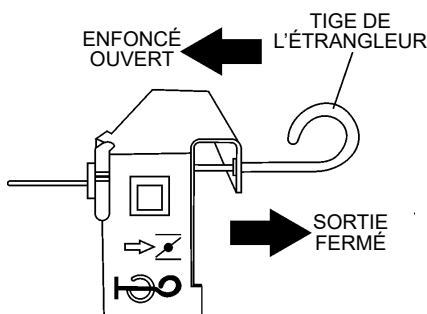

Figure 20. Tige d'étranglement
2. Si vous démarrez un moteur froid, sortez la tige de l'étrangleur (Figure 20) en position **FERMÉ**.
3. Si vous démarrez un moteur chaud, enfoncez la tige de l'étrangleur en position **OUVERT** (Figure 20).
6. Si le moteur a démarré, ramenez lentement le levier de l'étrangleur en position enfoncée (**OUVERT**) (Figure 20). Si le moteur n'a pas démarré, vérifiez les étapes 1 à 4 et essayez à nouveau.